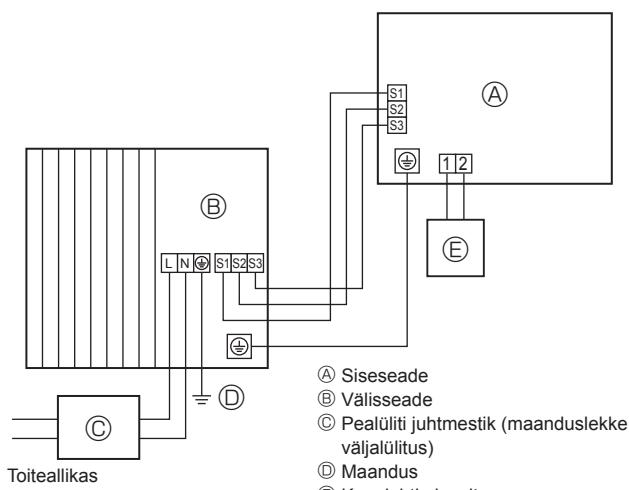
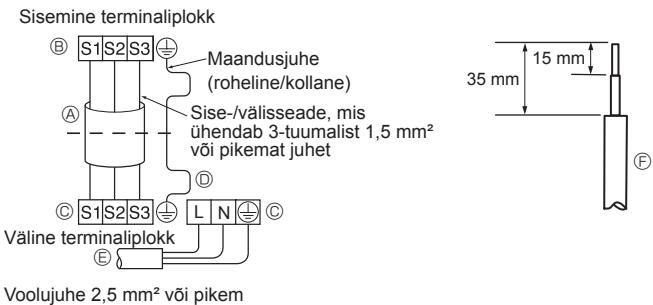
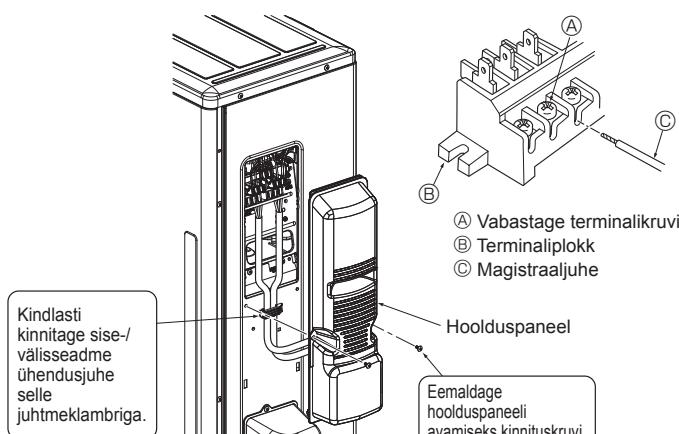

Fig. 6-1
Fig. 6-2
Fig. 6-3
6.1. Välisseade (Fig. 6-1, Fig. 6-2, Fig. 6-3)
- ① Eemaldage hoolduspaneel.
- ② Paigaldage juhtmed vastavalt Fig. 6-1, 6-2 ja 6-3.
- Paigaldage juhtmestik alumise vasakpoolse joonise järgi. (Paigaldage kaabel) (Fig. 6-2)